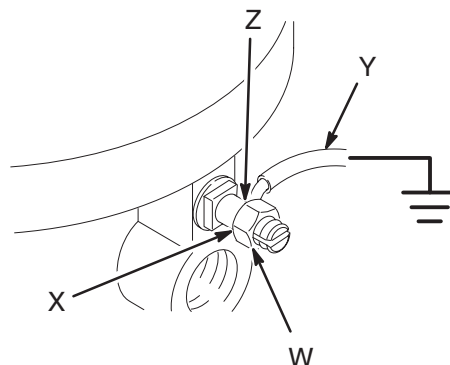

Fig. 1
1. *Pump:* använd en jordledning med minst 1,5 mm² ledningsarea och klämma. Se Fig. 1. Lossa muttern för jordningshylsan (W) och bricka (X). Stick in ena änden av en jordningskabeln (Y) i skåran på hylsan (Z) och dra åt muttern ordentligt. Anslut kabelns andra ände till jord. Beställningsnummer för jordkabel och klämma är: 238909.